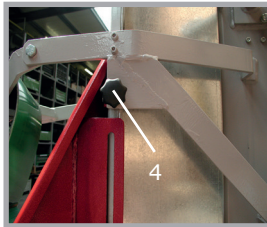

Abb. 7
- Durch Lösen und Entfernen der Sterngriffschrauben (4) am Trichter in Transportstellung (Abb. 7), kann Dieser in die erforderliche Arbeitsstellung gebracht werden.
- Nach Beendigung des Arbeitsvorganges und vor dem Wiedereinfahren des teleskopierbaren Förderbandes muss der Trichter wieder in die Transportstellung (Abb.7) gebracht und dort mit den Sterngriffschrauben fixiert werden.